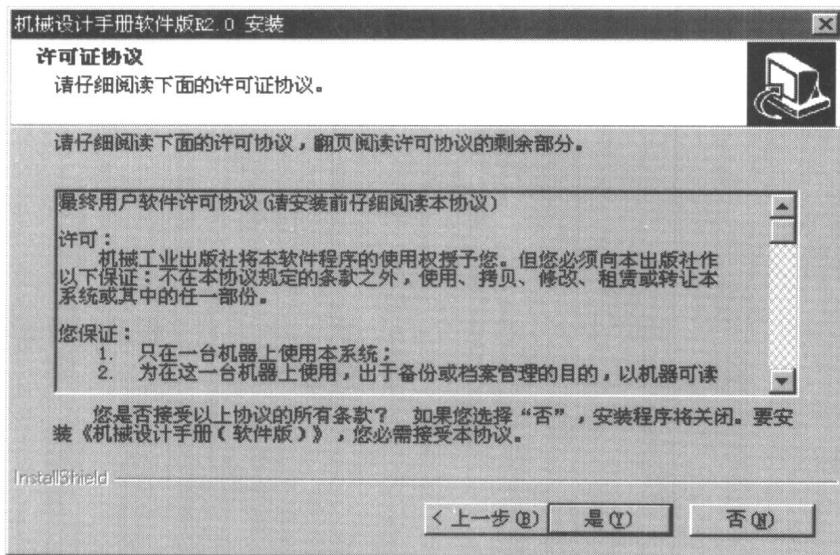

图 1.2 许可协议
3) 单击“下一步”按钮，显示关于软件使用的许可协议（图 1.2）。在用户安装协议中，说明了用户的权利和义务，在您阅读协议内容并表示同意后，进入下一步操作。